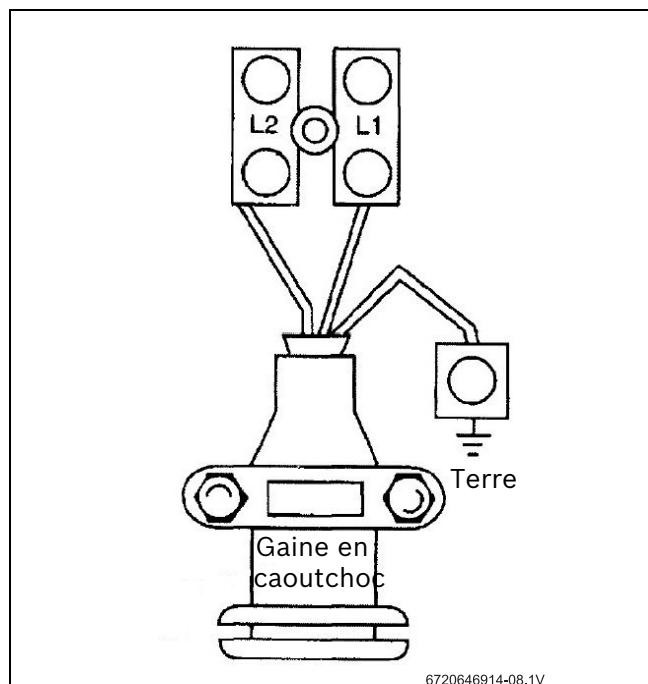

Fig. 4 Câble termination
- Relier les câbles au bornier et à la borne de masse (Fig. 4):